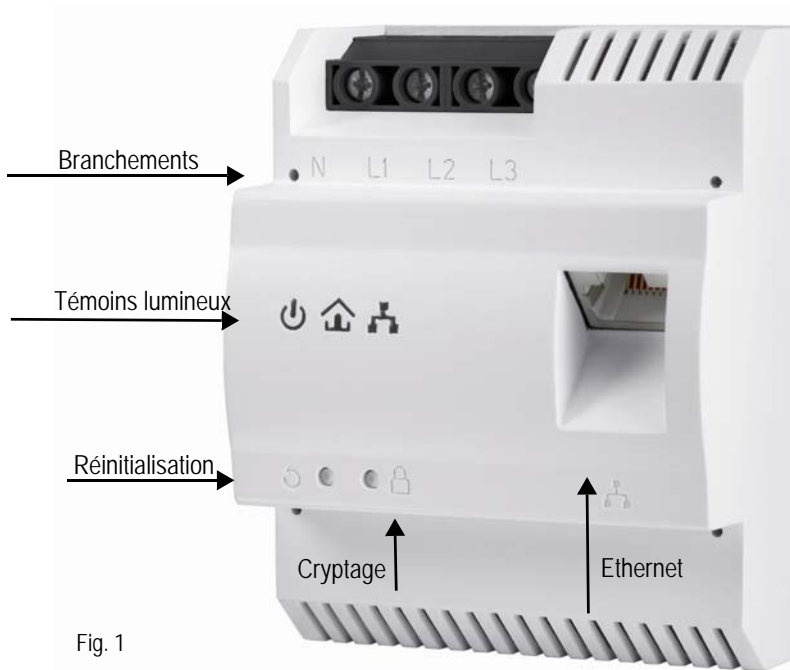

Fig. 1
Branchements (Fig. 1)
Connexion Ethernet (Fig. 1)
Power (Fig. 1)
HomePlug (Fig. 1)
Ethernet (Fig. 1)
1.1.5**Boutons****Bouton de cryptage (Fig. 1)**
Bouton de réinitialisation (Fig. 1)